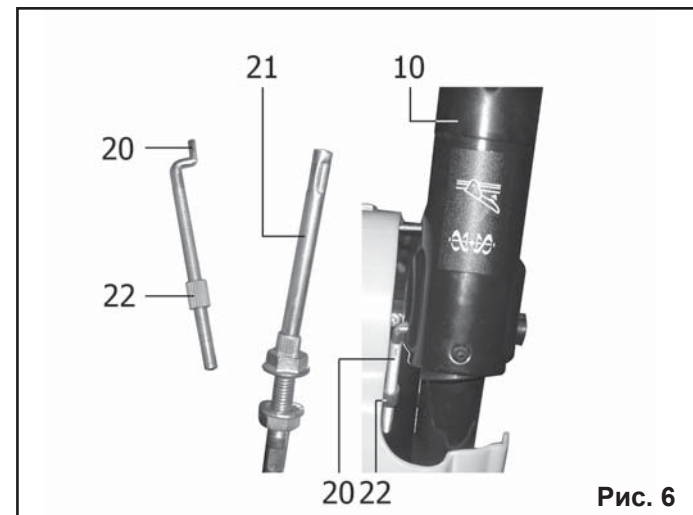

Рис. 6
6.3. Установка тросиков привода (Рис.6).